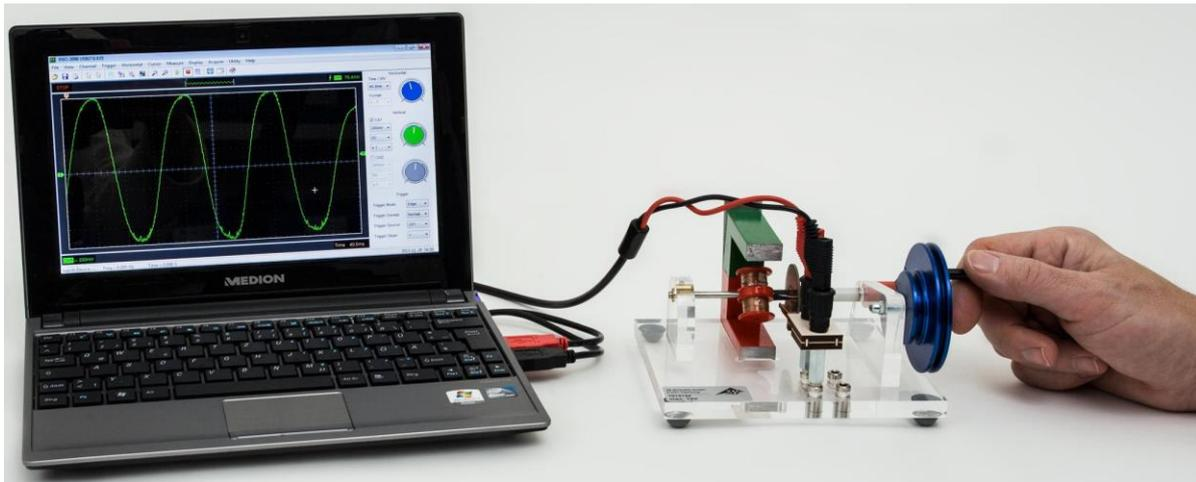

Fig. 5 Fonctionnement comme générateur à courant alternatif avec oscilloscope USB
- Enficher le collecteur sur la paire de douilles de gauche du panneau de connexions sur la plaque de travail (cf. fig. 5).